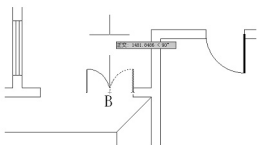

图 2.85 指定镜像线
(3) 用【镜像】命令生成出入口处的其他门扇。
① 单击【修改】工具栏上的【镜像】图标或在命令行输入“Mi”并按 Enter 键，启动【镜像】命令。
② 在选择对象：提示下，选择上面被缩小的门扇，然后按 Enter 键进入下一步命令。
③ 在指定镜像线的第一点：提示下，捕捉 B 点(如图 2.85 所示)作为镜像线的第一点。
④ 在指定镜像线的第二点：提示下，打开【正交】功能，将光标垂直向上拖动，如图 2.85 所示，在任意位置单击。
⑤ 在要删除源对象吗？[是(Y)/否(N)] <N>：提示下，按 Enter 键执行尖括号里的默认值“N”，即不删除源对象，结果如图 2.85 所示。如果需要删除源对象，则输入“Y”后按 Enter 键。